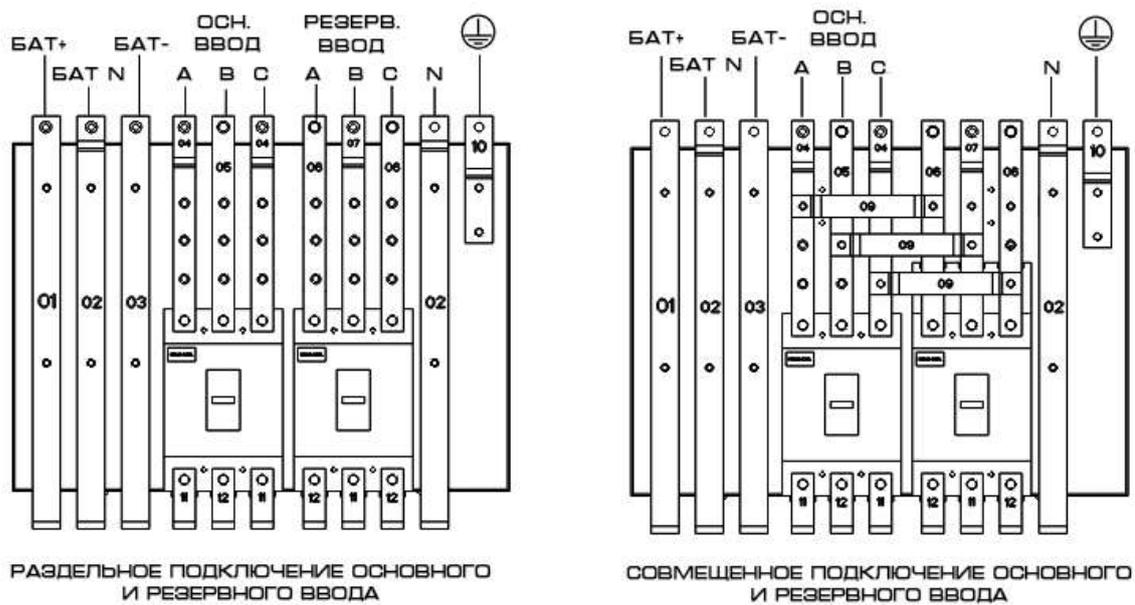

Рис. 2.15 Входные и выходные подключения кабинета 160кВА
- 2) Подключите заземление, кабель основного ввода, кабель резервного (байпасного) ввода (или установите шины если они не установлены) и батарейный кабель к соответствующим клеммам. На рис. 2.15. изображены раздельное и совмещенное подключение основного и резервного вводов.